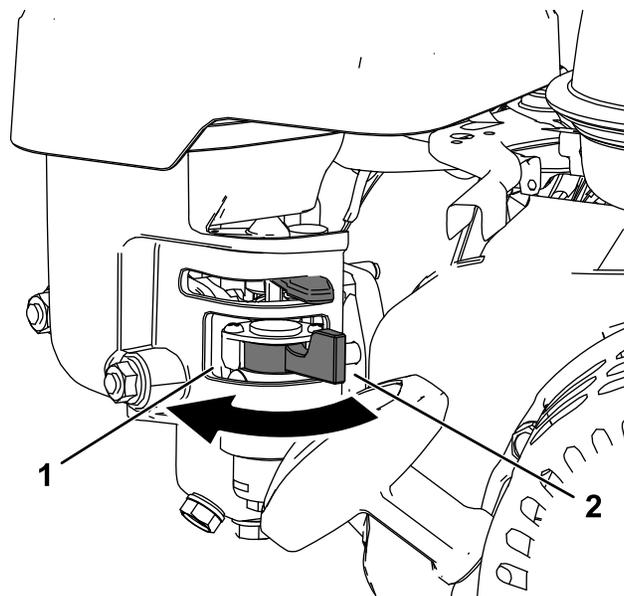

Figura 4
- Para abrir a válvula de combustível, rode o manípulo da válvula de corte de combustível na direção do manípulo do arranque manual com cordão (Figura 4).
- Para fechar a válvula de combustível, rode o manípulo da válvula de corte de combustível afastando-o do manípulo do arranque manual com cordão (Figura 4).